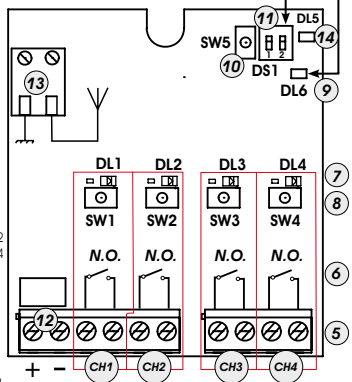

Fig.1
- 2) Appuyer, pendant 1 seconde, sur le bouton-poussoir du récepteur (Fig.1 réf. ⑥), correspondant au canal auquel on souhaite associer la radiocommande.
- 3) La LED correspondante sur le récepteur (Fig.1 réf. ⑦), commence à clignoter lentement pendant 5 s.
- 5) La LED (Fig.1 réf. ⑦) sur le récepteur s'allumera fixe pendant 1 seconde, puis elle s'éteindra, indiquant que la mémorisation a été effectuée.